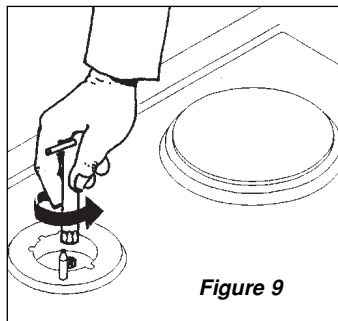

Figure 9
3. Dévissez les injecteurs (figure 9)